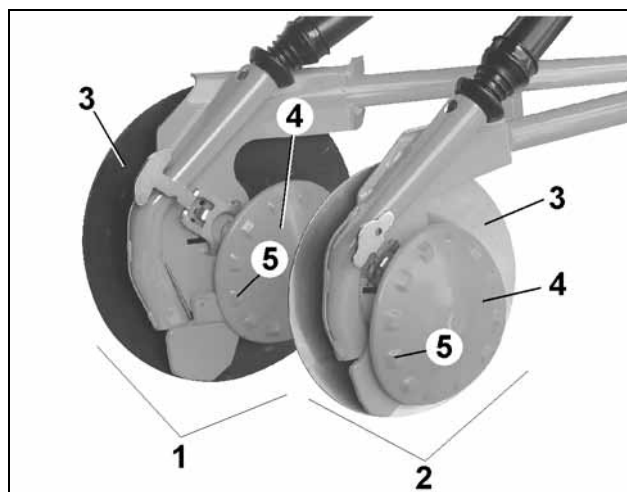

Fig. 19
- Coltro RoTeC (Fig. 19/2)
- Coltro RoTeC + (Fig. 19/1)
Il coltro **AMAZONE** RoTeC è idoneo sia per la semina normale che per la semina su paccame. Il solco del seme viene formato tramite il disco in acciaio e il corpo in ghisa. Il lato posteriore del disco viene pulito tramite il disco in poliuretano (PU) flessibile (Fig. 19/4), che viene premuto contro il disco in acciaio. I nodi (Fig. 19/5) provvedono ad un ulteriore azionamento.
Il disco in poliuretano (Fig. 19/4) svolge anche la funzione di rullo limitatore della profondità in quanto, rotolando sul terreno, limita la profondità di penetrazione del disco di acciaio nel terreno. Questa profondità di penetrazione può essere impostata su tre livelli, da 2 a 4 cm (cap. 11.5.2). Per profondità di semina superiori a 4 cm, il disco di limitazione della profondità può essere rimosso senza l'uso di attrezzi.